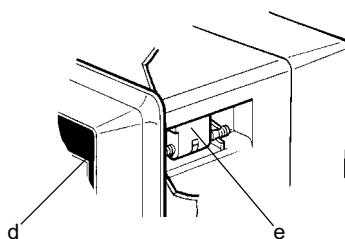

Fig. 7
4. Ajustar los cuatro tornillos de sujeción "d" (fig.7) alojados en las cuatro esquinas del bisel "a", a los que se accede desde el frente del monitor. Al hacerlo se extenderán automáticamente los anclajes "e" (fig.7).